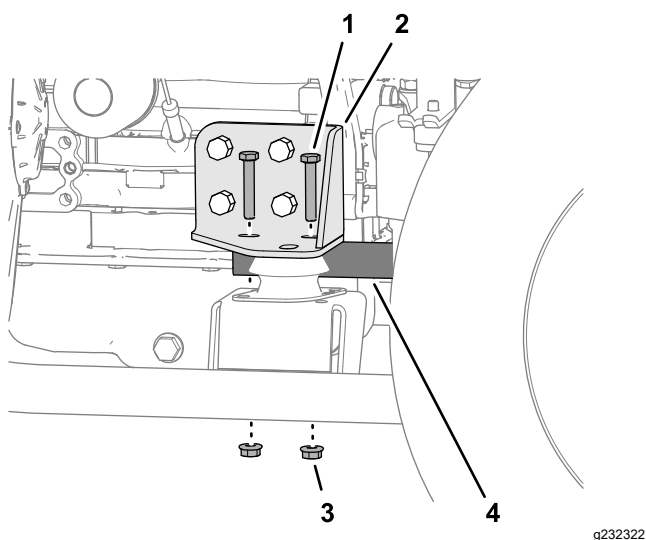

図 91
6. 右側エンジンマウントに回転防止チューブを固定しているボルト2本とナット2個を取り外す 図 91。